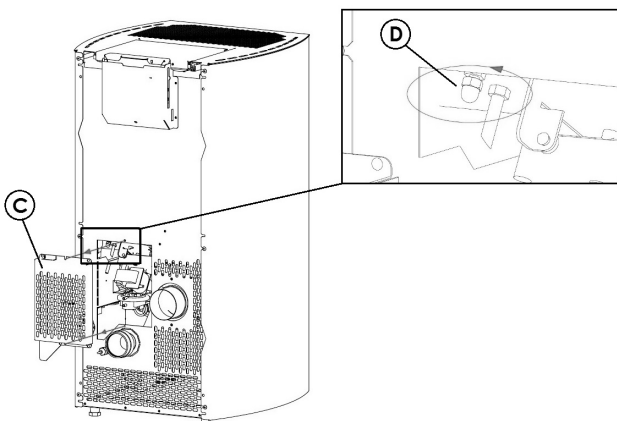

Fig. 27 - Carter verwijderen
- Sluit een digitale drukregelaar aan met behulp van een slangetje om de onderdruk te meten (zie Fig. 27).